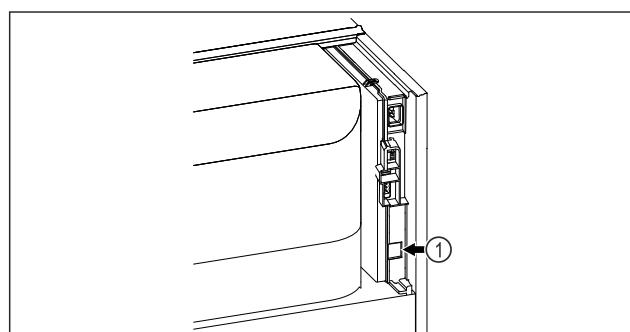

Fig. 172
- Se utiliza SmartModule Fig. 172 (1).